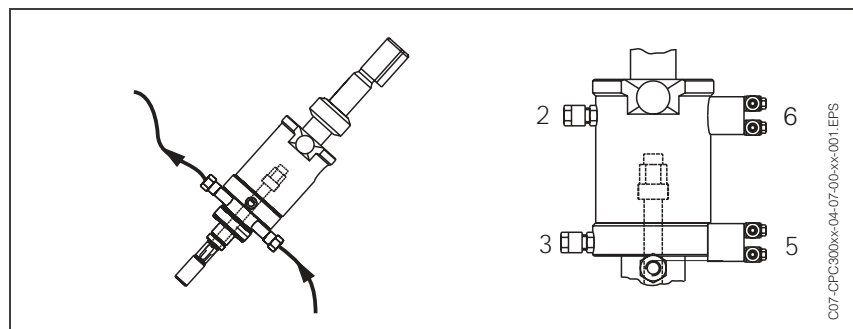

Fig. 5: A sinistra: Ingresso alla camera di pulizia "dal basso"; uscita "verso l'alto".
- Installare il portasensore in modo che gli attacchi per lavaggio/calibrazione risultino con ingresso dal basso ed uscita dall'alto. Con questo accorgimento si evita l'accumulo dell'aria in eccesso nella camera di pulizia (vedere fig. 5, a sinistra).
- posizione di manutenzione a "6" (vedere fig. 5 a destra).